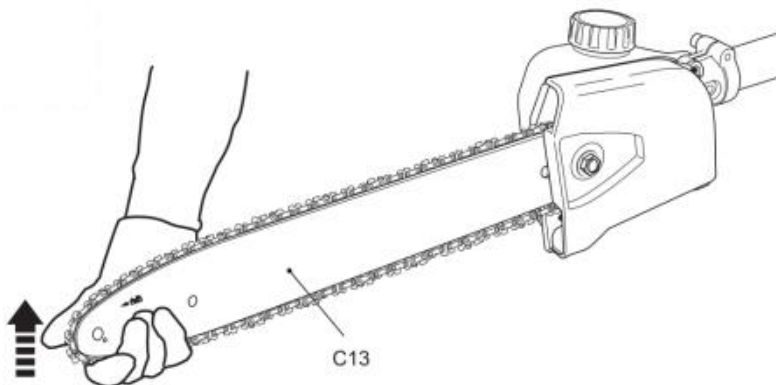

Fig. 13
- 2) Til het uiteinde van het zaagblad (C13) op en houd het daar terwijl u de spanning aanpast (Fig. 13).